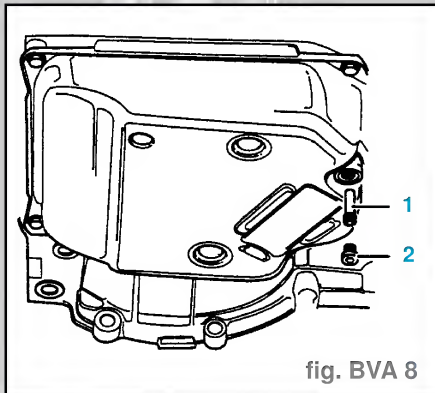

fig. BVA 8
- Dévisser du carter d'huile, le bouchon fileté (2) de contrôle de niveau d'huile ATF (fig. BVA 8).
- Dévisser le tube de trop plein (1) en agissant à travers l'orifice de contrôle de niveau.